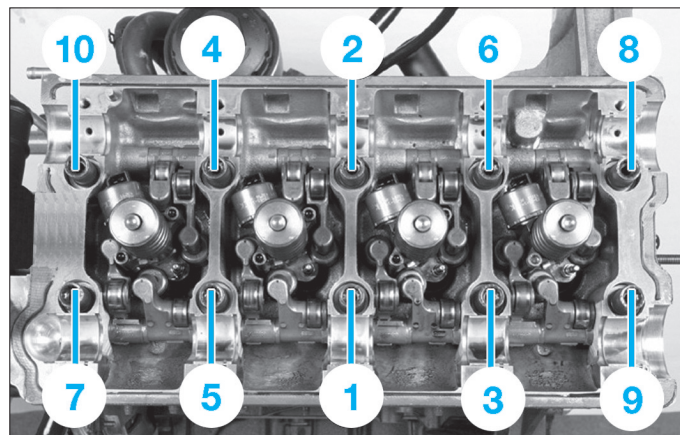

Fig. 80
• Desserrer progressivement et dans l'ordre inverse du serrage prescrit les vis de fixation de la culasse (Fig.80).
• Serrer les vis de culasse en respectant l'ordre et le couple de serrage prescrit (Fig.80).